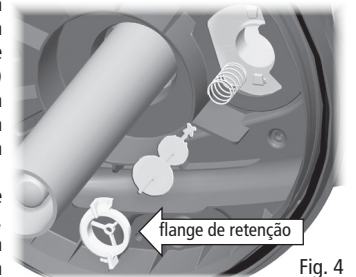
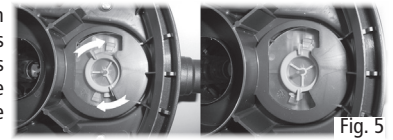

Fig. 4
Fig. 5
4. Levante lentamente as Pegas de limpeza (S) até à extensão máxima acima do filtro.
5. Retire o encaixe de segurança da fixação da tampa metálica (O). Desengate a fixação da tampa metálica.
6. Retire a tampa (G) segurando nas pegas de limpeza ou elevando cuidadosamente até às ranhuras laterais através de uma chave de cabeça chata adequada. **ATENÇÃO:** não force as partes laterais das hastes guia pois poderá danificar a unidade.
7. Tem agora acesso aos Filtros de esponja (M). Retire todos ao mesmo tempo segurando e levantando a Estrutura de suporte de esponja interna (N).
8. Liberte os Filtros de esponja (M) da Estrutura de suporte de esponja (N) e lave com água do lago ou substitua-os, conforme necessário.
9. Lave os meios biológicos localizados na secção inferior da Caixa do filtro (Q) com água do lago ou substitua-os, conforme necessário. O Pressure-Flo 1000/3000 UVC não inclui uma câmara de meios biológicos.
10. Limpe a Caixa do filtro (Q) com água, particularmente em redor da extremidade superior onde se encontra o O-ring de vedação da (P) tampa.
11. Se necessário, limpe o Indicador de Limpeza (U) depois de desmontá-lo da seguinte forma (o Interruptor selector de modo (V) tem de estar na posição “Modo de filtragem”): 1) retire a flange de retenção rodando-a para a esquerda, 2) retire o indicador e a respectiva mola. Lave todas as peças com água e volte a montá-las com cuidado. (Fig. 4 - Fig. 5).